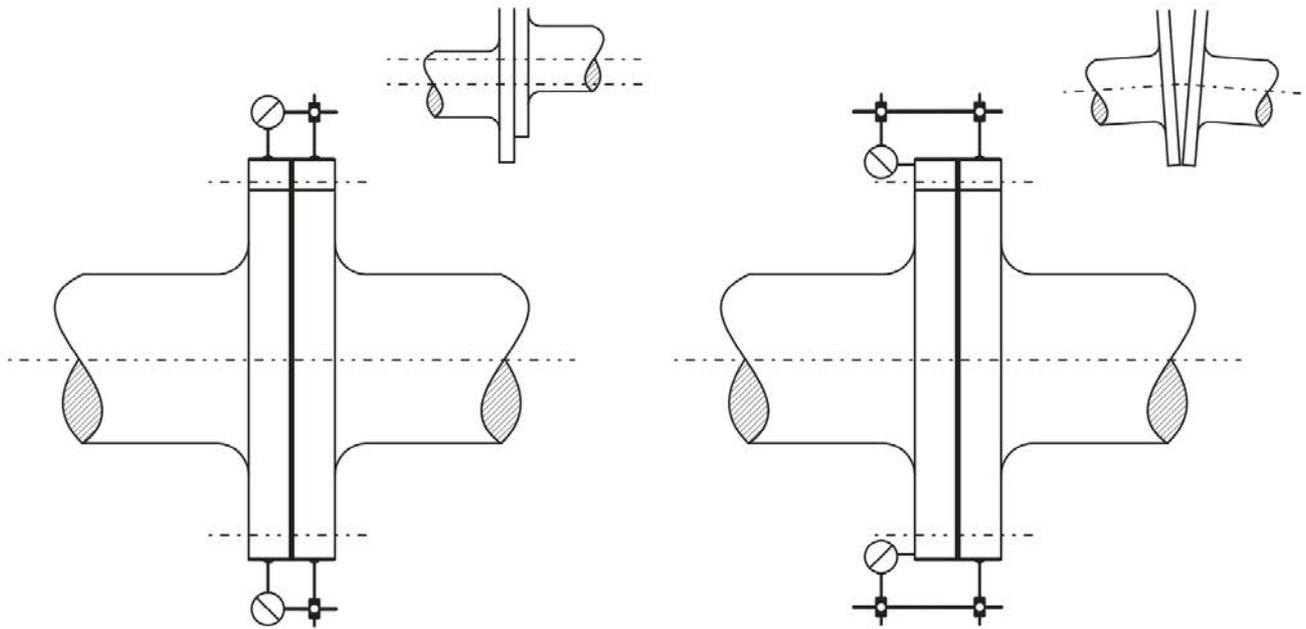

FIGURA 22. ALINEACIÓN CON COMPARADORES DE CUADRANTE. 1: ALINEACIÓN RADIAL, 2: ALINEACIÓN ANGULAR
4. Si utiliza comparadores de cuadrante, debe ajustar la escala para que la mitad de la misma esté disponible en ambas direcciones. Compruebe la resistencia del soporte del comparador de cuadrante para evitar posibles deformaciones; consulte la Figura 22 en la página 59.